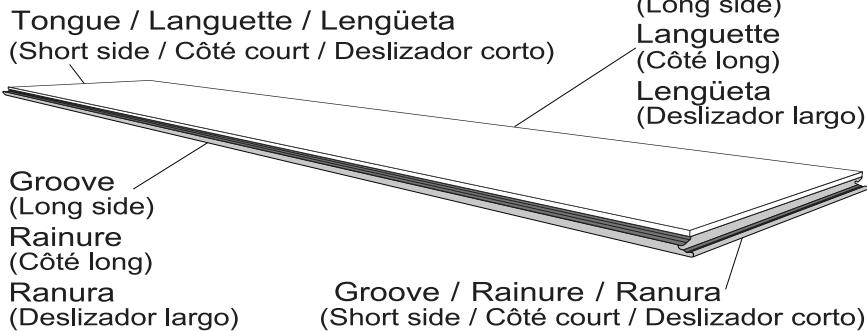
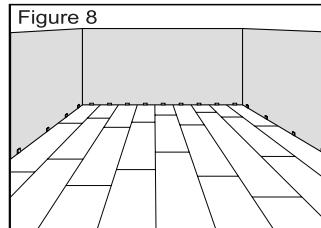

Figure 1
Figure 2
Step 1 – Using a carbide-tipped circular saw blade, remove both the short and long side tongues from the plank (Fig. 1) to allow room for spacers (Fig. 2). Do not trim the groove sides (Fig. A).
Place 5/16 inch spacers between the wall and the cut edge of the planks to ensure a 5/16 inch space along the perimeter (Fig. 2).
Paso 1 – Con una sierra circular con punta de carburo, retire las lengüetas del deslizador corto y largo de la plancha (Fig. 1) para dejar espacio para espaciadores (Fig. 2). No corte los lados de la ranura (Fig. A).
Paso 2 – Corte la lengüeta del deslizador largo de cada plancha que necesite para completar la primera fila. Instale las planchas de izquierda a derecha. Coloque espaciadores de 7,94 mm (5/16 pulg.) entre la pared y el borde cortado de las planchas para asegurarse de que haya un espacio de 7,94 mm (5/16 pulg.) a lo largo del perímetro (Fig. 2).